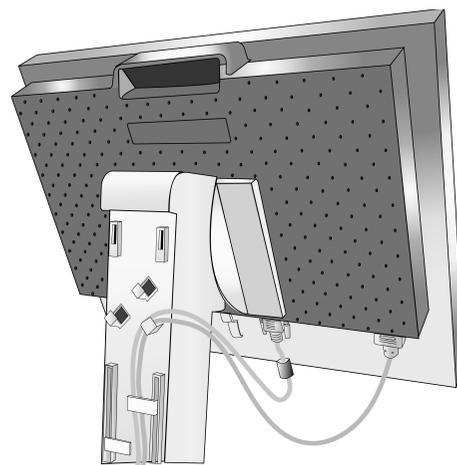
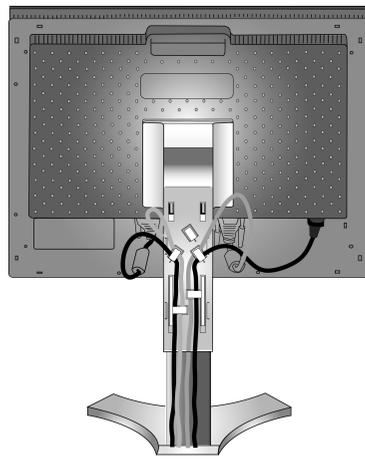

Figura C.2
Figura C.3
5. Para mantener los cables bien ordenados, colóquelos en el sistema de conducto para cables incorporado en el soporte. Coloque el cable D-Sub (no incluido) y el cable de alimentación en los corchetes correspondientes, como se indica (**figura C.2**). Coloque el cable DVI y el mini D-SUB de 15 clavijas/DVI-A en los corchetes, como se indica (**figura C.3**).
6. Asegúrese de que todos los cables quedan bien alineados con el soporte en toda su extensión (**figura C.3**). Mientras lo esté haciendo, compruebe que la pantalla del monitor se puede inclinar, subir, bajar y girar bien.